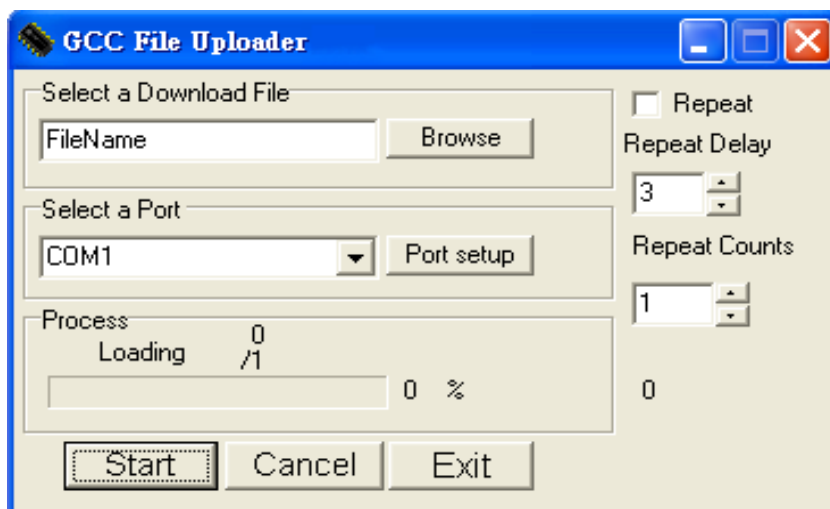

Рис. 3-5
- ✓ Запустить VLCD двойным щелчком на значке программы (рис. 3-5).